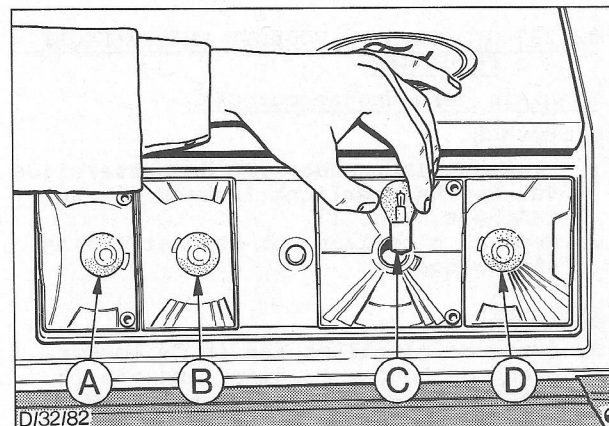

Fig. 20. Gloeilampen in achterlicht.
5. Verwijder de achterlichtgloeilampen. Fig. 20. De gloeilampen hebben een bajonetfitting.
2. Neem de desbetreffende gloeilamp uit het lamphuis. Fig. 20. De gloeilampen hebben een bajonetfitting.